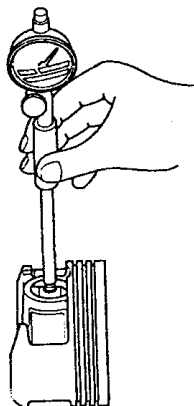

图 2-41 测量活塞销与
3) 如图 2-41 所示，测量活塞销与连杆间的间隙。活塞销与连杆之间的间隙，标准值：0.010 ~